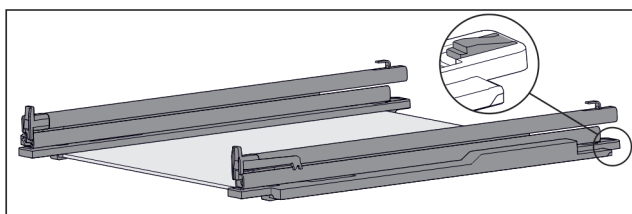

Fig. 132 Üveglap sínekkel és tartóelemekkel
- ▶ Nyomja le hátul a tartóelemet (lásd Fig. 132), közben a sínt tolja hátrafelé.